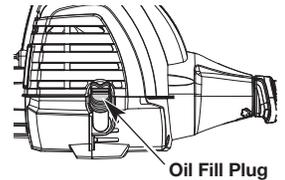

Fig. 35
4. Remove the oil fill plug (Fig. 35).